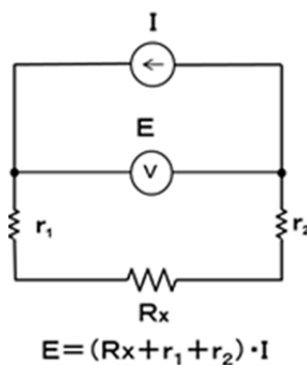
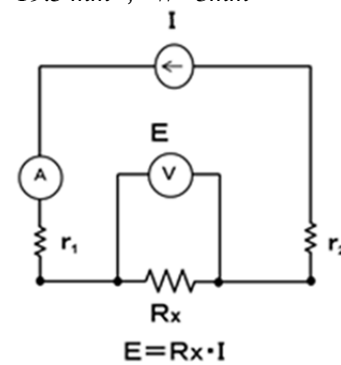

図 5 2 探針測定
図 6 4 探針測定
- (2) **抵抗測定** 約 1Ω の低抵抗を測定する方法として 2 探針測定と 4 探針測定をおこない比較検討する. 探針を測定用パッドに接触させる. 図 5, 図 6 の R_x を Ag の抵抗とする. 2 探針測定(図 5)では測定用の配線自体の抵抗 r_1, r_2 が測定値に測定誤差として含まれてしまう. 4 探針測定(図 6)では配線の抵抗 r_1, r_2 を回避することができ計算値に近い値となること